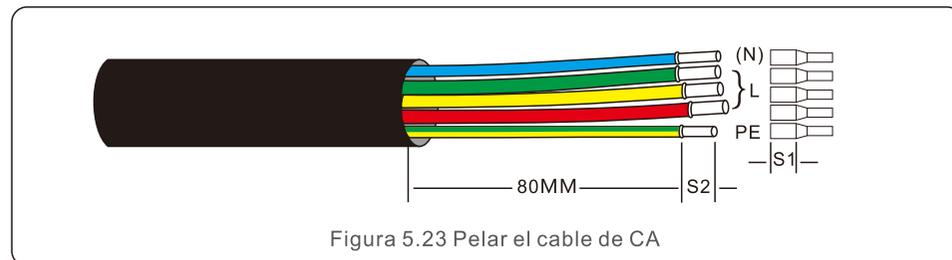

Figura 5.23 Pelar el cable de CA
1. Pele el extremo de la cubierta aislante del cable de CA unos 80 mm y luego pele el extremo de cada cable. (como se muestra en la figura 5.23)